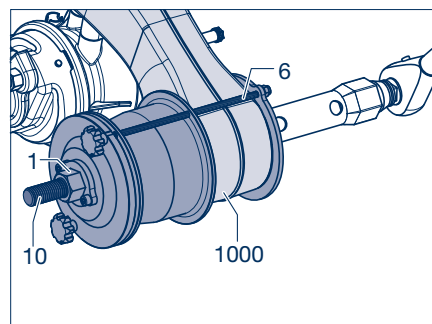

Рисунок 5
- [22] Обильно нанести на тягу (10) и гайку (1, под ключ на 36, см. рис. 5) консистентную монтажную смазку, способную выдерживать нагрузки (например, STABURAGS NBU30 PTM).
- [23] Надеть шайбы (9) и тяговый держатель (8) на тягу.
- [24] Вложить резино-стальную втулку (1005) стрелкой наверх во втягивающую воронку (5).